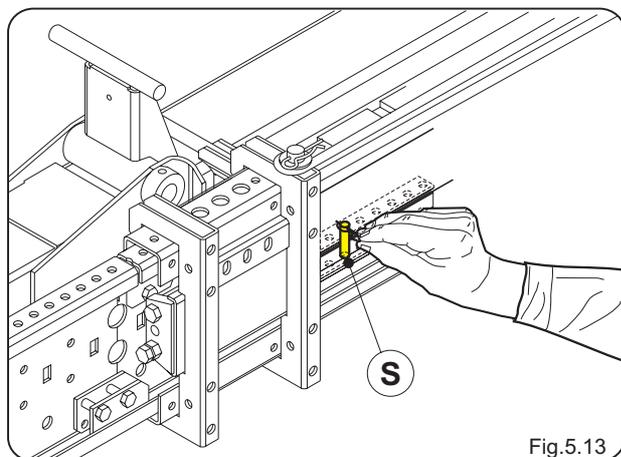

Fig.5.13
- Enlever la goupille **S** des deux côtés (Fig.5.13).